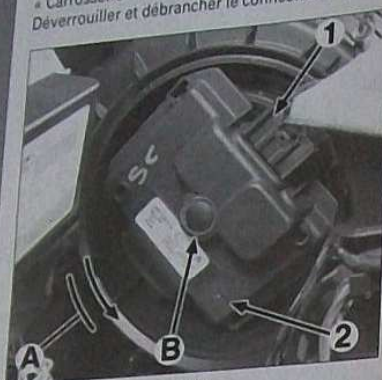

FIG. 8
Déverrouiller et débrancher le connecteur (1) (Fig.8)